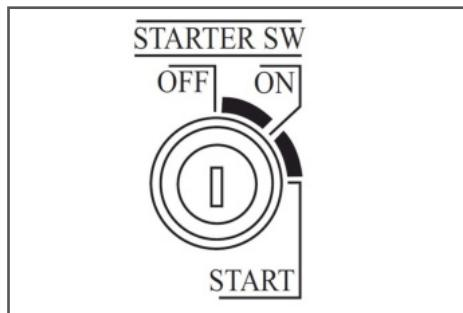

Рис. 17 Замок зажигания
5. Вставьте ключ зажигания в замок зажигания и переведите ключ зажигания в положение «ON» (Включено) (Рис. 17).